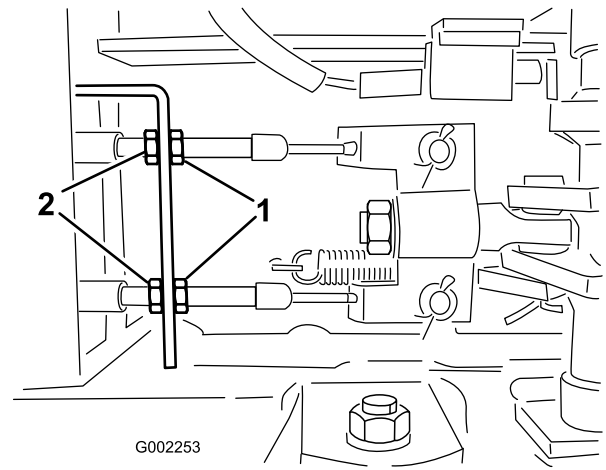

Bild 56
6. Ziehen Sie die hinteren Muttern gleichmäßig an, bis das Spiel des Bremspedals 1 bis 2 cm beträgt, bevor Sie einen Widerstand spüren (Bild 56).
5. Lösen Sie die vorderen Muttern an den Bremskabeln unter der Vorderseite des Sprühfahrzeugs (Bild 56).